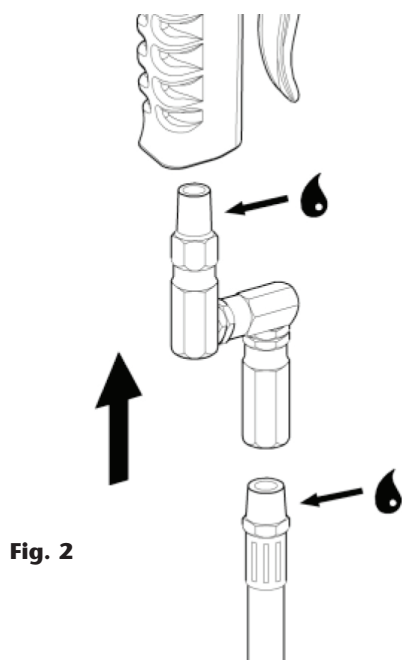

Fig. 2
1. Thread the Z-swivel to the gun and the dispensing hose to the swivel using sealing material (fig 2).
1. Rosque la rótula triple a la pistola y la manguera de suministro a la rótula usando sellador (fig. 2).
1. Visser la rotule triple au pistolet compteur et visser le flexible de distribution à la rotule à l'aide d'une pâte d'étanchéité (fig. 2).
1. Das Z-Drehgelenk an die Pistole und den Schlauch an das Drehgelenk schrauben, jeweils unter Verwendung von Dichtungsmasse (Bild 2).